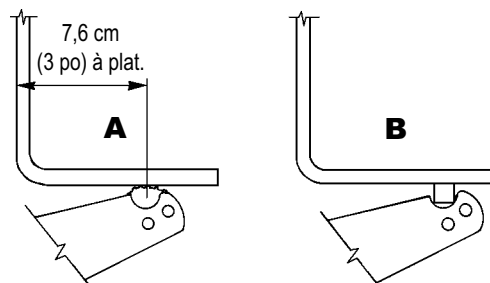

Figure 2
3. Engagez un point d'appui dans l'encoche de l'extrémité du bras de levage. Se reporter à la figure 2-B. Utilisez une plaque cannelée pour soulever un véhicule dont le dessous est plat. Se reporter à la figure 2.
4. Positionnez la plaque de levage à au moins 7,6 cm (3 po) vers l'intérieur et le centre du véhicule à partir de la surface plane. Se reporter à la figure 2.